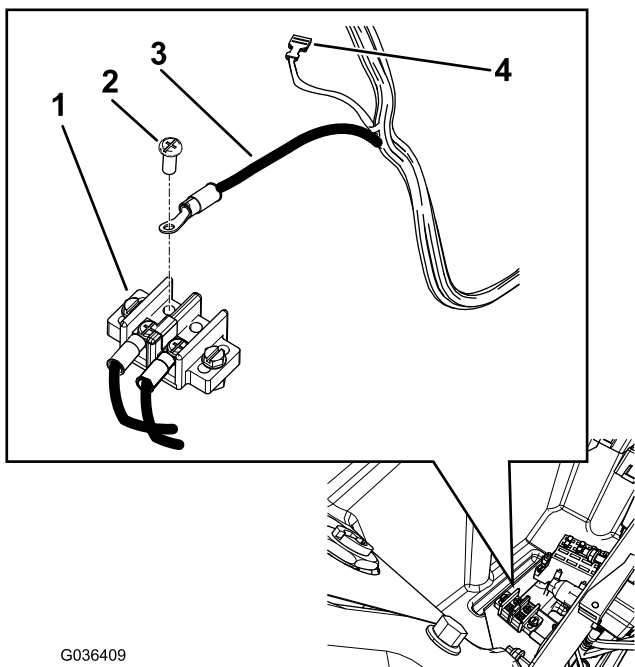

Рисунок 29
- В. Подсоедините черный провод к блоку заземления (Рисунок 29).